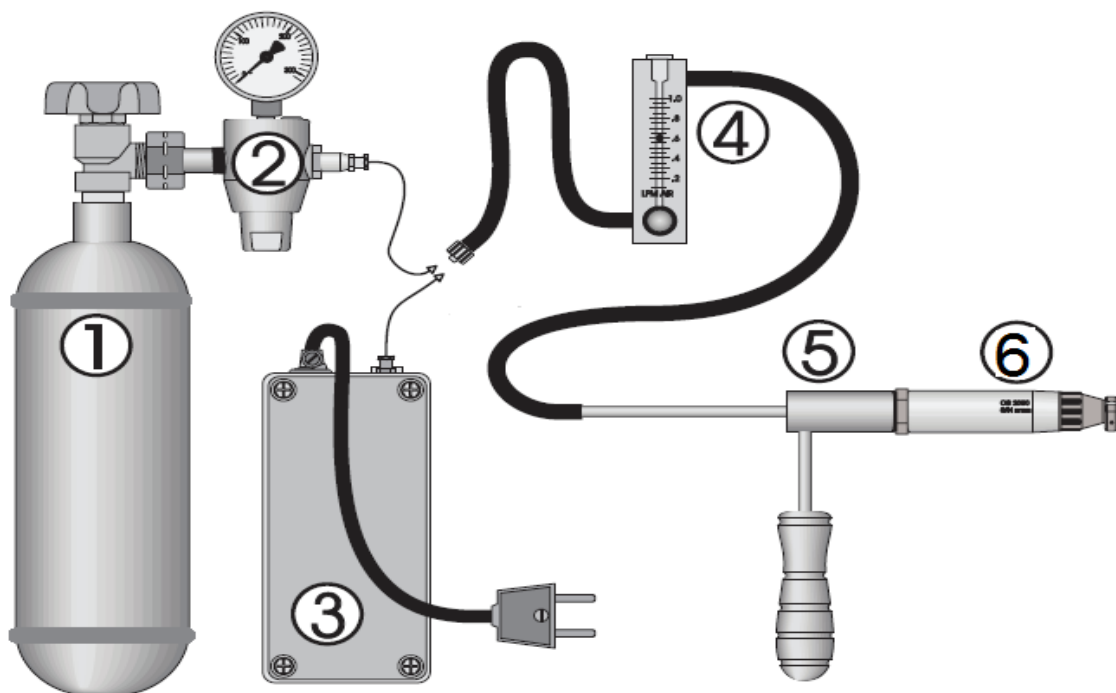

Fig.7
### 7.1 Nødvendigt værktøj for kalibrering , Fig.7.
1. Sonden (p.6) udtages af røggaskanalen og sættes i kalibreringsadaptoren ( p.5) - fig.7.
2. Tilføj kalibreringsgas 1% O2 i Nitrogen ( p.1, p.2) og indstil flowmeter (p.4) til 0,6 l/min.- (fig.7).
5. Tilfør atmosfærisk luft med Luftpumpen( p.3), og juster flowmeter, pos.4, til at vise 0,6 l/min og lade den arbejde i 5 min.( fig.7).